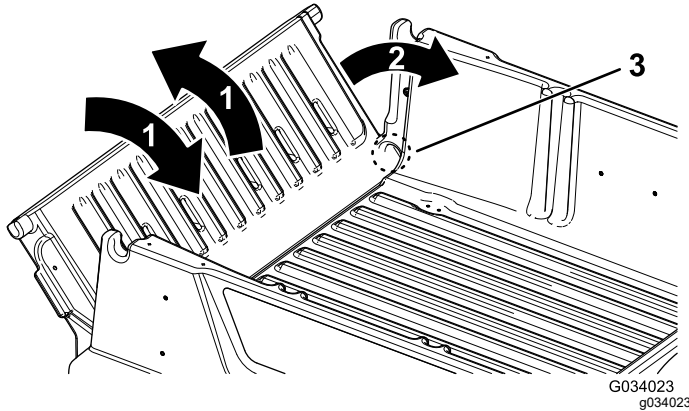

Bild 14
2. Drehen Sie die Heckklappe auf eine ungefähre Stellung von 45° (Bild 14).
3. Drehen Sie die Heckklappe mehrmals mit kurzen, schüttelnden Bewegungen (Bild 14).